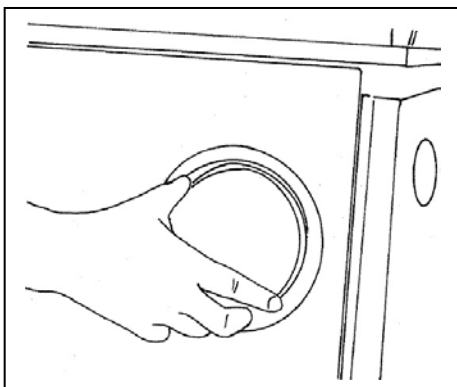

Bild 10
- Abgasstutzen am Innenkasten montieren. Hierzu Abgasstutzen über die Schraubenköpfe stecken, bis zum Anschlag nach links drehen, Schrauben festziehen (Bild 10).